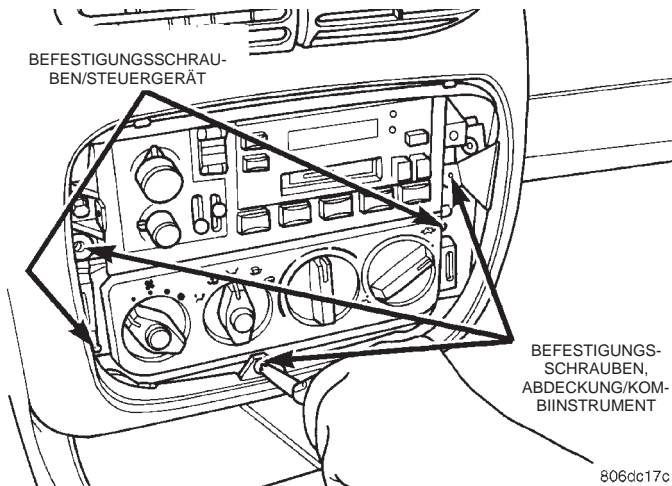
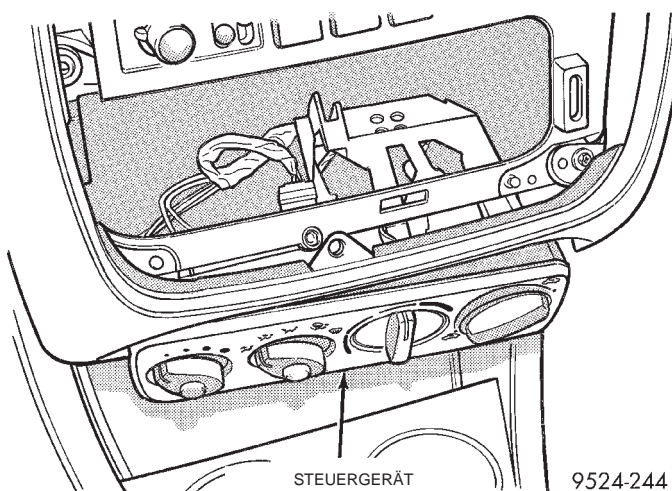
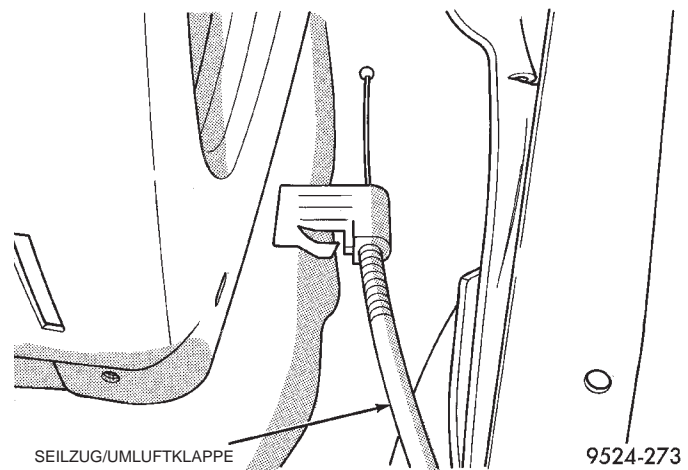
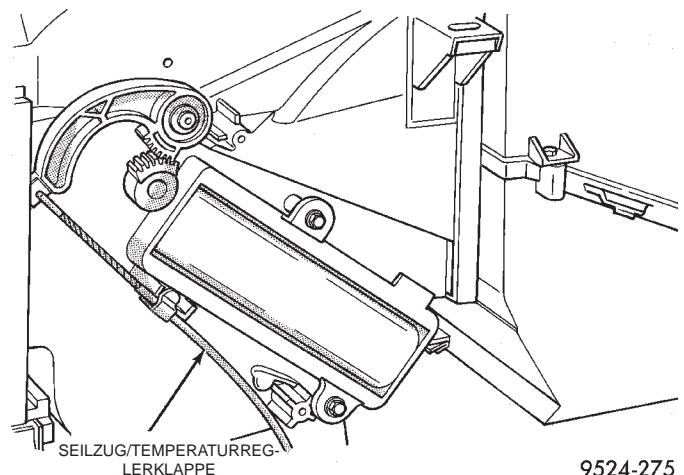

Abb. 67 Befestigungsschrauben des Steuergeräts
Abb. 68 Steuergerät an der Blendenöffnung
Abb. 69 Seilzug der Umluftklappe abbauen
Abb. 73 Seilzug der Temperaturreglerklappe am Gehäuse der Klimaanlage
- (3) Befestigungsschrauben der Abdeckung des Kombiinstruments, die durch den Ausbau der Blende freigelegt wurden, lösen (Abb. 67).
- (4) Abdeckung des Kombiinstruments einige Zentimeter weit abhebeln, so daß die Befestigungsschrauben der Blende für Ablagefach/Zigarettenanzünder zugänglich sind.
- (5) Blende und Verdrahtung des Ablagefachs/Zigarettenanzünders ausbauen.
- (6) Befestigungsschrauben des Steuergeräts lösen.
- (7) Steuergerät in die Öffnung der Blende des Ablagefachs/Zigarettenanzünders ablassen (Abb. 68) und die Verdrahtung von der Rückseite des Steuergeräts abklemmen.
- (8) Halteclip des Seilzugs der Umluftklappe von der Oberseite des Steuergeräts lösen. Halteclip für die spätere Wiederverwendung aufbewahren. Anschließend den Seilzug der Umluftklappe abbauen.
- (9) Das rechte Geräuschkämmelement/Kanal unter der Instrumententafel ausbauen.
- (10) Seilzughalter an der rechten Seite des Gehäuses der Umluftklappe lösen (Abb. 69).
- (11) Ende des Seilzugs vom Betätigungshebel der Umluftklappe abbauen.
(3) Befestigungsschrauben der Abdeckung des Kombiinstruments, die durch den Ausbau der Blende freigelegt wurden, lösen (Abb. 67).
(4) Abdeckung des Kombiinstruments einige Zentimeter weit abhebeln, so daß die Befestigungsschrauben der Blende des Ablagefachs/Zigarettenanzünders zugänglich sind.
(5) Blende und Verdrahtung des Ablagefachs/Zigarettenanzünders ausbauen.
(6) Befestigungsschrauben des Steuergeräts lösen.
(7) Steuergerät abbauen und die zugehörige Verdrahtung abklemmen.
(8) Halteclip des Seilzugs der Temperaturreglerklappe von der Oberseite des Steuergeräts lösen. Halteclip für die spätere Wiederverwendung aufbewahren. Anschließend den Seilzug der Temperaturreglerklappe aushängen.
(9) Seilzug vom Gehäuse der Klimaanlage abbauen (Abb. 73).
(10) Ende des Seilzugs vom Betätigungshebel der Temperaturreglerklappe abbauen.
(8) Befestigungsschrauben von der Abdeckung des Kombiinstrumentes, die durch den Ausbau der Blende freigelegt wurden, lösen (Abb. 67).
(9) Abdeckung des Kombiinstrumentes einige Zentimeter weit abhebeln, so daß die Befestigungsschrauben der Blende für Ablagefach/Zigarettenanzünder zugänglich sind.
(10) Blende und Verdrahtung des Ablagefachs/Zigarettenanzünders ausbauen.
(11) Befestigungsschrauben des Steuergeräts lösen.
(12) Steuergerät in die Öffnung der Blende des Ablagefachs/Zigarettenanzünders ablassen (Abb. 68) und die Verdrahtung auf der Rückseite des Steuergeräts abklemmen.
(13) Clips von der Oberseite des Steuergeräts lösen und für die spätere Wiederverwendung aufbewahren. Anschließend die Seilzüge der Temperaturreglerklappe und der Umluftklappe abbauen.
(14) Steuergerät abbauen.
(15) Die obere Abdeckung der Instrumententafel ausbauen.
(16) Den rechten und linken Abschlußdeckel der Instrumententafel abbauen.
(17) Das untere linke Knieschutzpolster abbauen und Verdrahtung des Motors der Luftverteilerklappe abklemmen.
(18) Die rechte und linke Fußraumverkleidung am Türpfosten ausbauen.
(19) Die vordere und hintere Hälfte der Mittelkonsole ausbauen.
(20) Radio ausbauen.